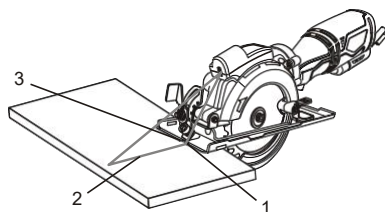

FIG.9
REMARQUE: Pour aligner la lame de scie avec la marque de coupe, utilisez les marques de guidage sur le devant de la semelle (Fig. 9). Utilisez le repère de coupe 0 ° (1) et la ligne laser (2) pour les coupes à angle droit. Utilisez la marque 45 ° (3) pour les coupes en biseau à 45°. Effectuez toujours une coupe d'essai sur une chute avant de couper le nouveau matériau.